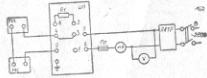

Рис. 6.
9.1. Производить проверку милливольтметров по схемам, приведенным на рис. 6, 7.